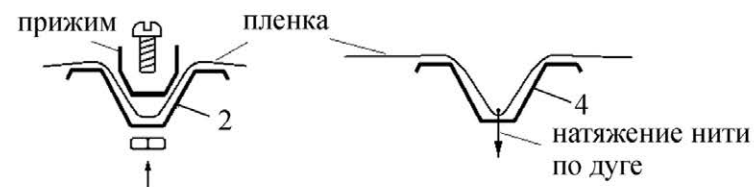

Рис.8 Крепление плёнки прижимами и нитью
1. Детали продольных элементов №2 однотипны, но в 8 деталях №2н сделаны дополнительные отверстия для прижимов (см. **рис.8**). Из этих деталей собираются нижние продольные элементы, которые устанавливаются на стыках дуги №4 и удлинителей №1.
3. Верх тоннеля накройте плёнкой и закрепите её по крайним дугам теми же нитями с крючками, выровняйте все куски плёнки и установите по крайним дугам дугообразные прижимы (см. **рис.8**). Прижимы по средним дугам устанавливаются, если верх покрывается двумя полосами плёнки.